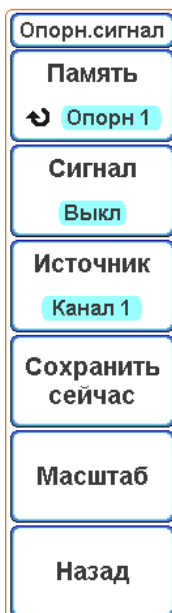

Рисунок 6.16 – Экранное меню «Опорный сигнал»
- нажать экранную кнопку «Память», (рисунок 6.16), чтобы активировать выбор нужного опорного сигнала;
– Перейти в главное меню, нажав кнопку «МЕНЮ» в блоке «УСТАНОВКА» (рисунок 6.1, поз. 3). Затем последовательно нажать экранные кнопки «Далее» и «Опорные сигналы», чтобы открыть меню «Опорн. сигнал» (рисунок 6.16);